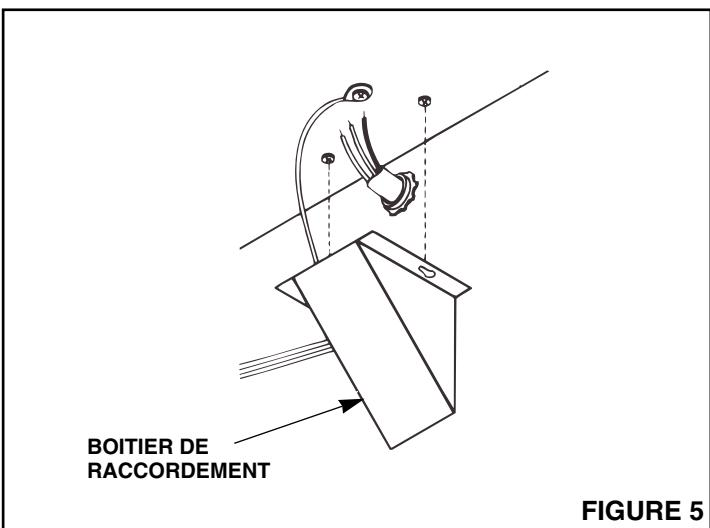

FIGURE 5
1. Voir Figure 5. Enlever les vis et ôter le boîtier de raccordement.